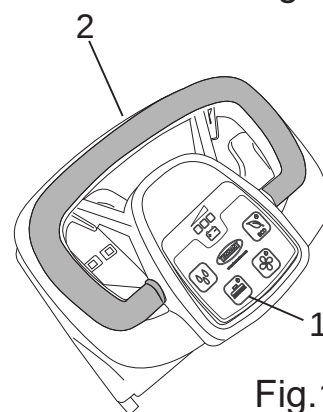

Fig.11
- Trykk på bryteren til børsteenheten (Fig.11-Ref.1).
- Bruk betjeningsspaken for børster (fig. 11 - ref. 1) for kort tid av gangen, På denne måten vil børsten automatisk bli festet på flensnavet. Dersom denne manøveren ikke skulle lykkes, trykker man en gang til på spaken og gjentar sentreringen og trykkene på betjeningsspaken til børsten.
- Trykk på børstetasten (fig. 11 - ref. 1) i tre sekunder, og maskinen vil automatisk løsne børsten.